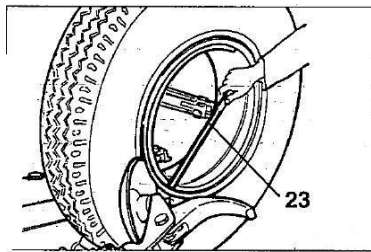

Fig.7.17
4) Gentag denne procedure, men denne gang med vulstløsneren mod split-ringen (Se Fig.7.17) indtil låseringen er fri. Fjern den med det specielle håndtag LC (23, Fig.7.17) eller ved hjælp af vulstløsneren.
- 5) Gentag denne operation, men denne gang mod split-ringen (Se Fig.7.17) indtil låseringen er løs. Låseringen kan fjernes med det særlige håndtag LC (23, fig. 7.17) eller ved hjælp af vulstløsneren